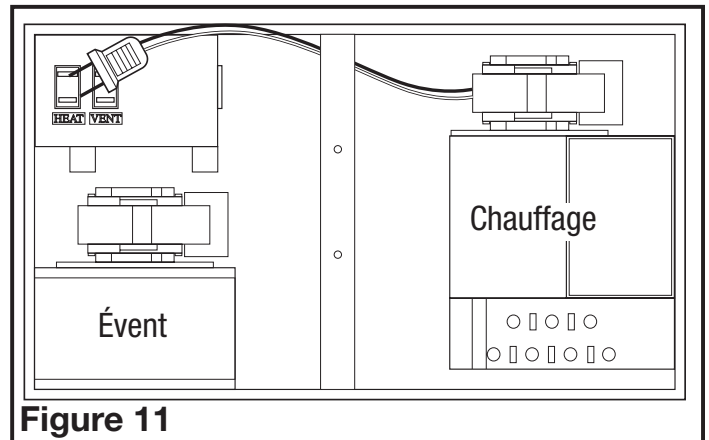

Figure 11
1. Insérer la fiche provenant de l'unité de chauffage dans le réceptacle marqué « CHAUFFAGE (HEAT) », et la fiche venant du ventilateur dans le réceptacle marqué « VENT » (**Figure 11**).
3. Installer le réflecteur de lumière dans la grille en alignant les montants sur la grille avec les trous dans le réflecteur de lumière (**Figure 13**). Soulever le réflecteur de lumière et la grille jusqu'au châssis et insérer la fiche de la lumière dans le réceptacle marqué « LUMIÈRE (LIGHT) » (situé sur le côté du compartiment de câblage) (**Figure 11**).